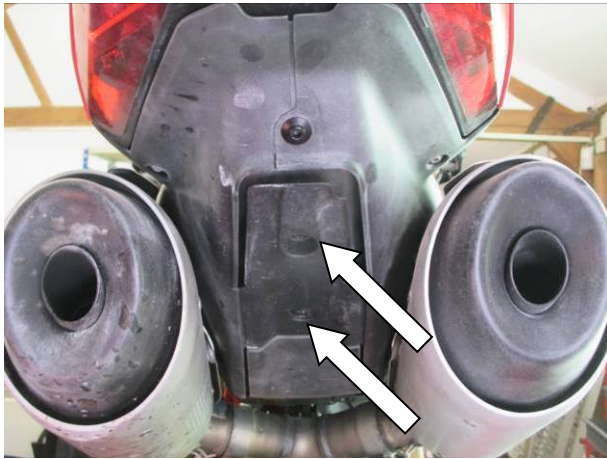

Abbildung 1
- Entfernen Sie zuerst das Verkleidungsteil unter dem Heck, indem Sie die zwei Schrauben, die in **Abbildung 1** markiert sind mit einem 4mm Inbusschlüssel lösen und entfernen.